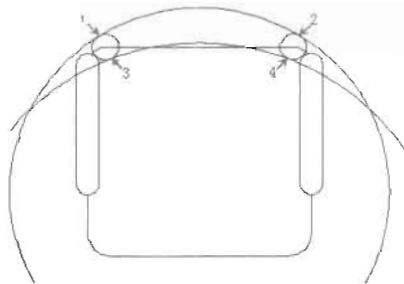

图 4-81
(6) 单击“绘图”工具栏中的“圆”按钮, 或者单击“绘图<圆<相切、相切、半径”菜单命令, 绘制两个与直径为 60 的圆的相切圆, 如图 4-81 所示, 命令执行过程如下。
指定对象与圆的第一个切点: //捕捉如图 4-81 所示的点 1 附近的切点
指定对象与圆的第二个切点: //捕捉如图 4-81 所示的点 2 附近的切点
指定对象与圆的第一个切点: //捕捉如图 4-81 所示的点 3 附近的切点
指定对象与圆的第二个切点: //捕捉如图 4-81 所示的点 4 附近的切点